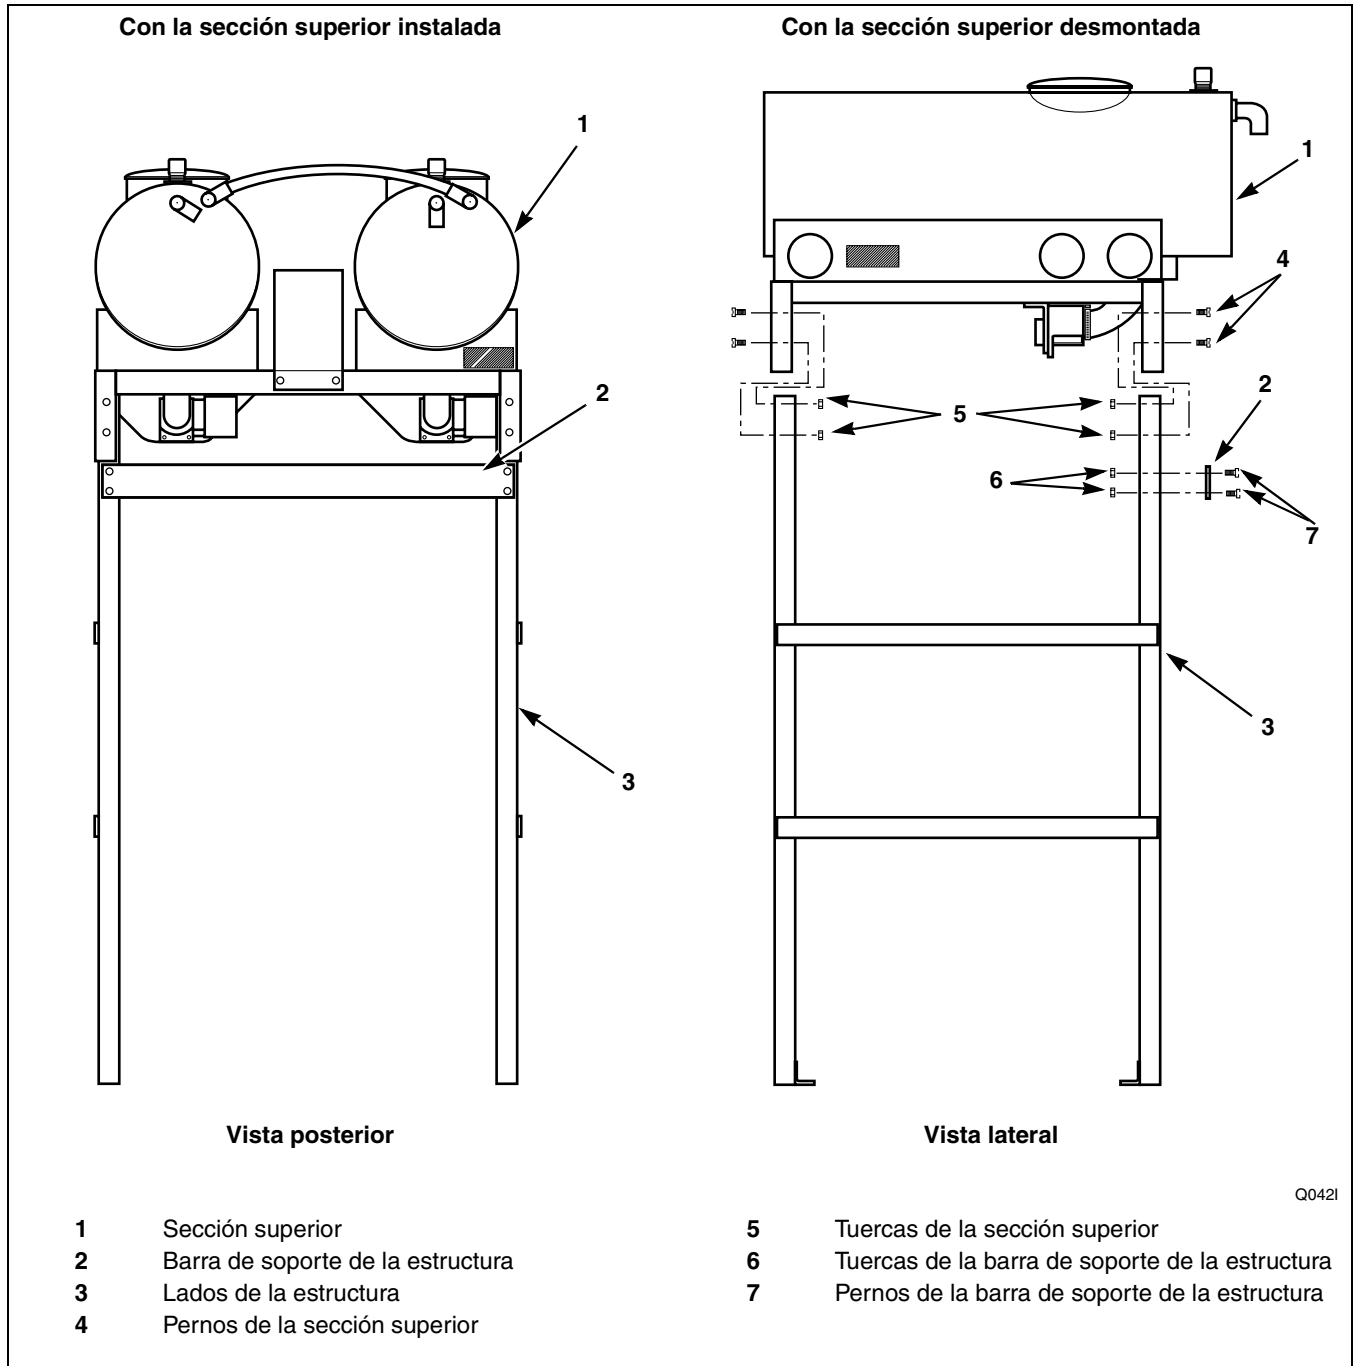

Figura 3
Si es necesario desmontar la sección superior debido a que no hay espacio suficiente, consulte la *Figura 3* y proceda como se indica a continuación:
3. Saque de la sección superior los ocho pernos y tuercas que sujetan los lados de la estructura a la parte superior. Consulte la *Figura 3*.
5. Saque de la plataforma de madera los lados de la estructura sacando para ello los pernos que los mantienen unidos a la plataforma. Saque la barra de soporte de la estructura. Consulte la *Figura 3*.